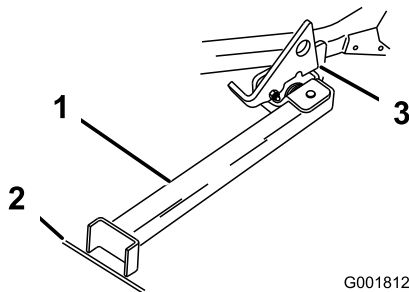

図 33
3. ラッチを上げる。スタンドの足を前方に回し、機体のほうへ押し込むようにしてスロットの一番奥まで入れる 図 32 と 図 33。
4. スタンドの足を床にセットし、ラッチをピボットタブに載せる 図 33。
注 舗道の継ぎ目部分やターフとの境目にスタンドの足を踏ん張らせるとよいでしょう 図 33。
6. スタンドの上に乗り上げる。ラッチがタブに落ちてロックされたら停止する 図 33。機体がスタンドに載ったら、駐車ブレーキを掛け、エンジンを停止させる。